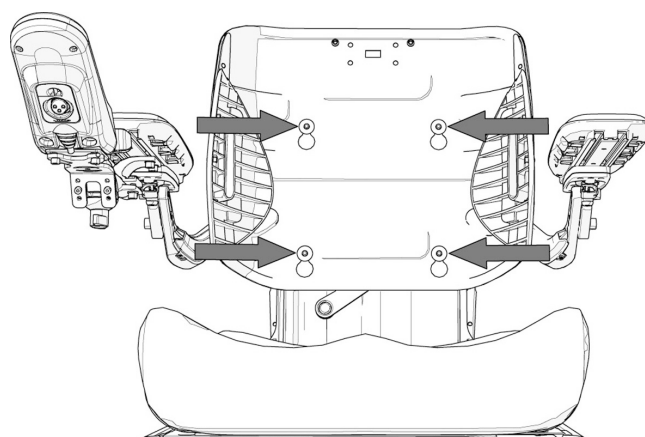

Bild 92. Den nedre ryggstödsplåten sitter monterat på fyra låsdon.
4. Demontera ryggstödet nedre del genom att dra ryggstödsplåten rakt upp så att den kan demonteras från de fyra låsdonen. Se bild. 92.